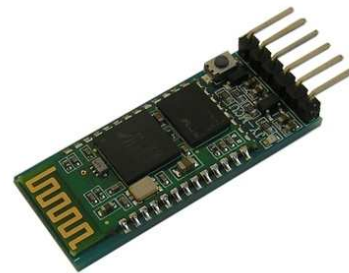

Figura 2
1. Bluetooth HC05: Dentro del mercado existen dos tipos de este módulo, si ustedes analizan las figuras 1 y 2, se podrán dar cuenta que el módulo de la Figura 2 posee un pequeño botón, a diferencia del otro. Pero no se preocupen, el funcionamiento es el mismo.
NOTA: SOLO para aquellos que tengan en módulo de la figura 2, presionar por algunos segundos el botoncito hasta que **el LED del módulo oscile de manera lenta**, esto quiere decir que ya está sincronizado y listo para configurarlo.